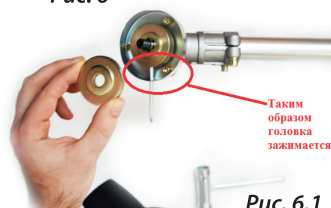

Рис. 6.1
1. Установите внутренний фланец (5) на выходной вал (6) и поверните так, чтобы ключом через отверстие в корпусе редуктора (7) застопорить его (рис. 6.1/ рис. 6.2).
2. Установите нож (4) на посадочное место во внутреннем фланце (5).
3. Установите на выходной вал (6) прижимной фланец (3) и отбойник (2).
4. Закрутите гайку (1) с помощью ключа. Резьбовое соединение имеет левую резьбу, поэтому закручивание производите в направлении против часовой стрелки.